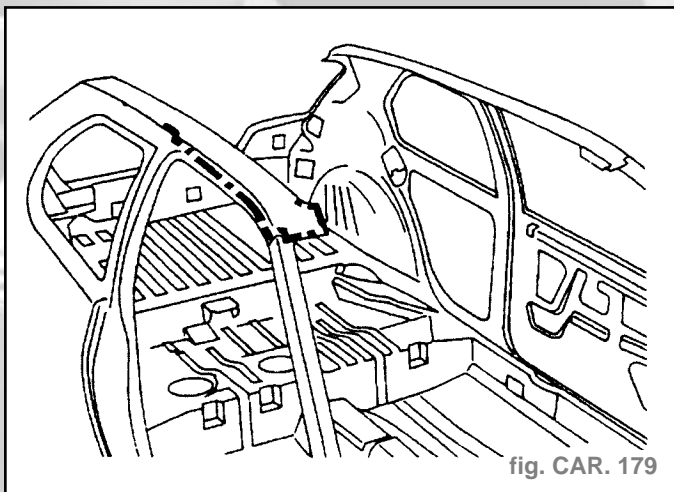

fig. CAR. 179
- Préparer les bords d'accostage (préparation symétrique) (fig. CAR. 179).